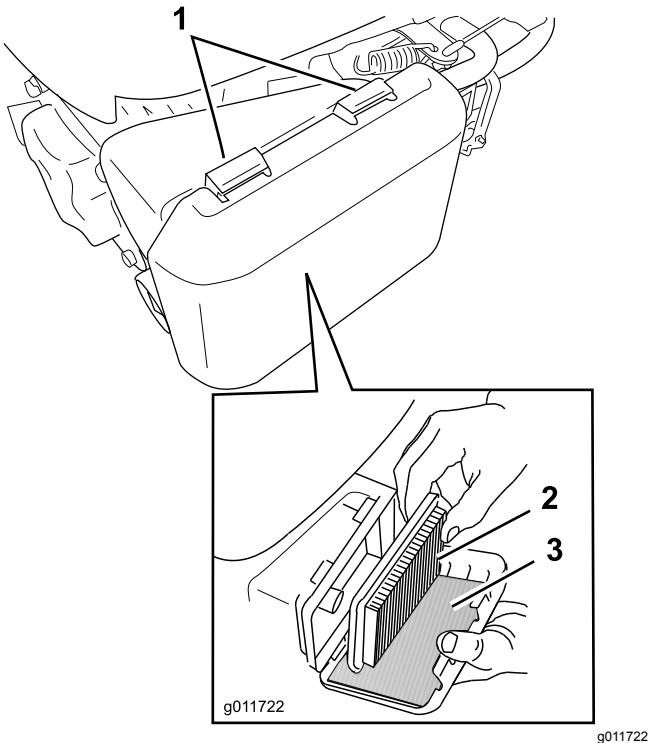

Bild 23
1. Drücken Sie die Verriegelungsnasen oben an der Luftfilterabdeckung nach unten (Bild 23).
| 2. Papierluftfilter | 3. Entfernen Sie den Papierfilter und den Schaumvorfilter (Bild 23). |